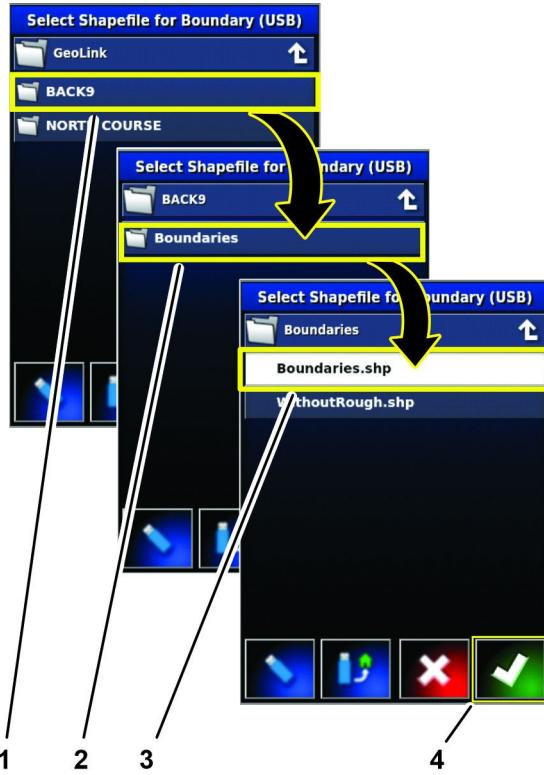

Figura 76
8. Premete le icone Directory (Figura 76) per navigare alle informazioni sul campo che avete esportato al passaggio 4 di Esportazione dei confini del campo \(pagina 31\).
9. Premete l'icona CONFINI, premete l'icona BOUNDARIES.SHP, quindi premete l'icona Conferma (Figura 76).